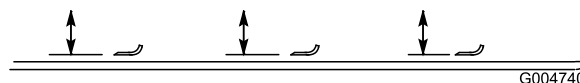

Figura 83
2. Ruotate la lama fino a quando le estremità non sono rivolte in avanti e indietro e misurate la distanza tra l'interno del piatto di taglio e il tagliente sulla parte anteriore della lama (Figura 83).